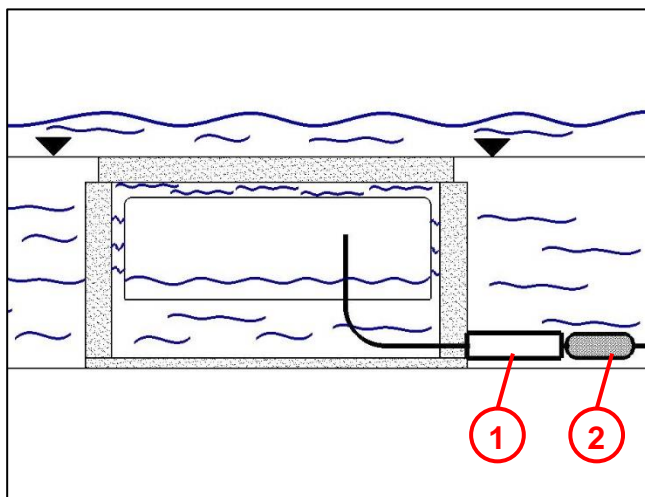

Abb. 2
Um einen „Schnorchel-Effekt“ bei steigendem Wasser zu vermeiden, müssen zuleitende und abgehende Kabel / Leitungen (4), abgedichtet werden (siehe Abb. 2).